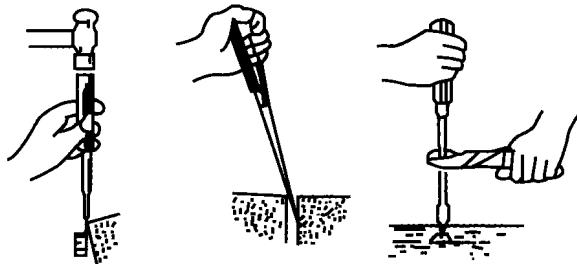

图 2—2 螺丝刀的错误使用方法
(1) 在拆装有槽口螺钉时，应使螺丝刀端口尺寸与螺钉槽口大小相适宜，否则会损坏螺丝刀及螺钉端口。
(2) 使用前必须擦净螺丝刀手柄上和端口的油污，以免工作时滑脱。
(3) 使用时，手持螺丝刀，手心抵住柄端，使螺丝刀端口与螺钉槽口垂直吻合；然后用力压紧螺丝刀，按需要方向用手腕扭转。当使用较长的螺丝刀时，可用一只手压紧和转动手柄，另一只手握螺丝刀中部，使它不至于滑脱，以保证工作安全。
(4) 禁止用螺丝刀当成撬棒和凿子使用，也不能用钳子夹住螺丝刀钢杆来增加扭矩使用，以防扭弯或扭曲螺丝刀（图 2—2）。
钳子主要用来切断金属丝及夹持或弯曲较小的金属零件，钳子的种类很多，在摩托车维修中常用的有鲤鱼钳和尖嘴钳两种，如图 2—3 所示。